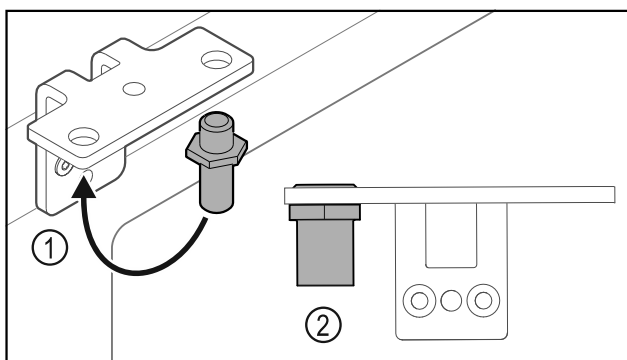

Fig. 33
- ▶ Sett om bolten Fig. 33 (1) i hengselvinkelen.
- ▶ Trekk til bolten Fig. 33 (2) med **et tiltrekkingmoment på 12 Nm**.